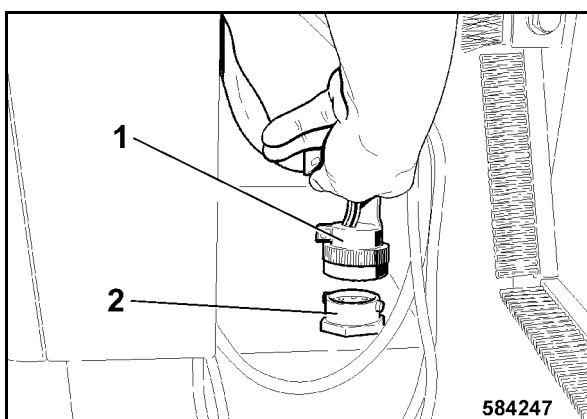

Bild 206
- Pistä pistoke 1 (Bild 206) pistorasiaan (2).